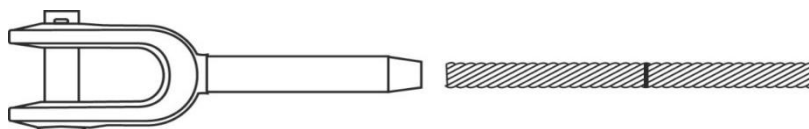

Figura 1: Marque el cable para indicar la cantidad que quiere insertar en el terminal
- Marque el cable para indicar la cantidad de cable que quiere insertar en el terminal (ver figura 1).